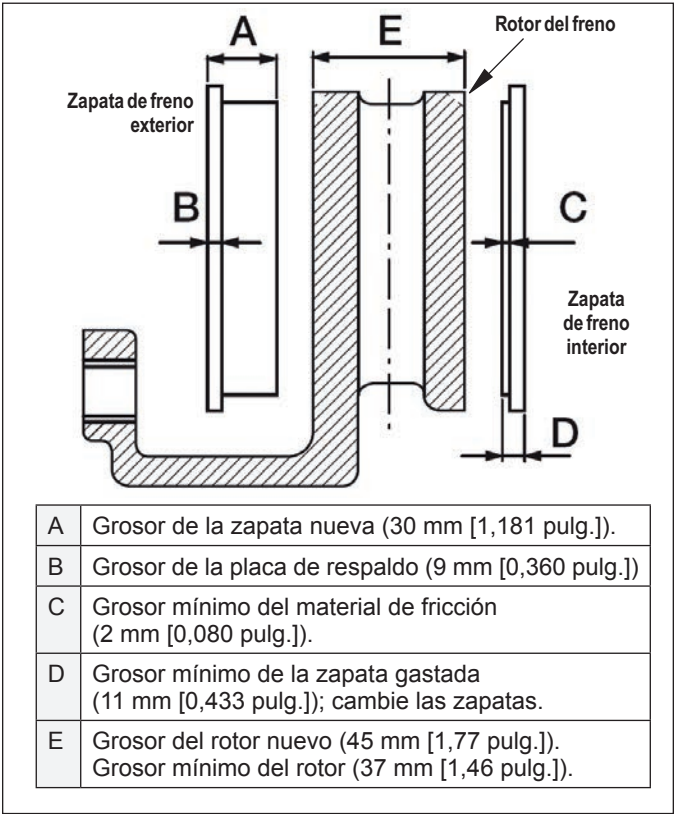

FIGURA 22 - DIMENSIONES DE LAS ZAPATAS Y EL ROTOR
Consulte la figura 22 para ver las dimensiones iniciales de las zapatas de los frenos y el rotor, al igual que las dimensiones mínimas aceptables.
4.3.1 Consulte la figura 22. Si el grosor del material de fricción, dimensión "C", es menor que 2 mm (0,080 pulg.), se deben reemplazar las zapatas.
4.4.1 Mida el grosor del rotor de los frenos en su punto más delgado (la dimensión “E” en la figura 22). Evite medir cerca del borde del rotor, ya que las rebabas menores pueden resultar en una medición incorrecta. Reemplace el rotor cuando el grosor mínimo sea de 37 mm (1,46 pulg.).